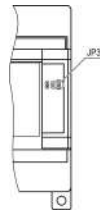

Рисунок 7.3 – Розташування перемичок
2. Зняти кришку і встановити перемичку на ХРЗ – крайні праві контакти (див. *рисунок 7.3*).